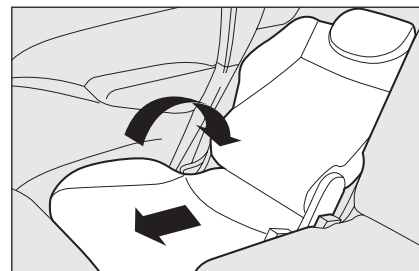

fig. 50
- ☐ incliner le dossier du siège arrière dans la position souhaitée **fig. 50**.